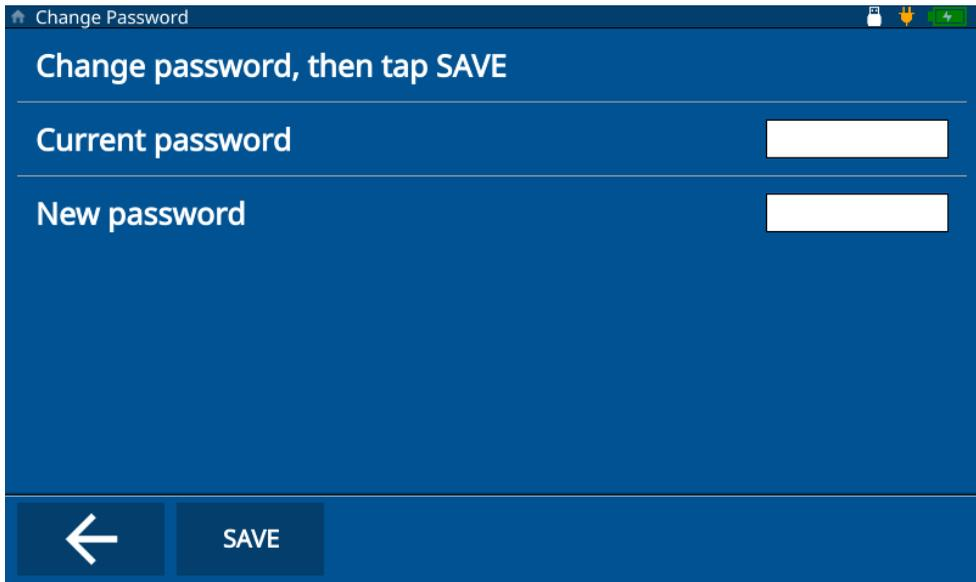

Abbildung 8-4 Change Password Fenster
5. Geben Sie das aktuelle Passwort und das neue Passwort ein. Wenn keins gewünscht ist, lassen Sie das **New Password** Feld leer und das Passwort wird entfernt (siehe Abbildung 8-4 auf Seite 81).